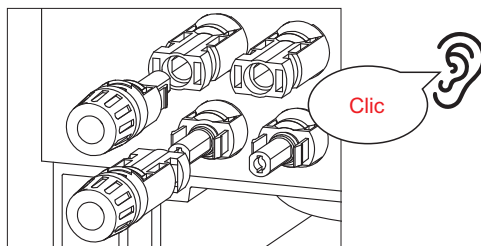

Figura 4.12
7. Conecte el terminal de CC cableado al inversor como se muestra en la figura 4.12; escuchará un ligero "clic" que le indicará que está correctamente conectado.